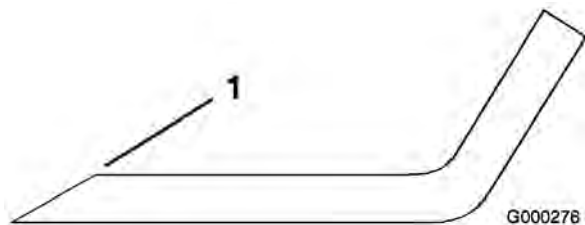

Figure 66
1. Au moyen d'une lime, aiguissez les tranchants aux deux extrémités de la lame (Figure 66) en veillant à conserver l'angle de coupe d'origine. Limez la même quantité de métal sur chacun des deux tranchants pour ne pas déséquilibrer la lame.